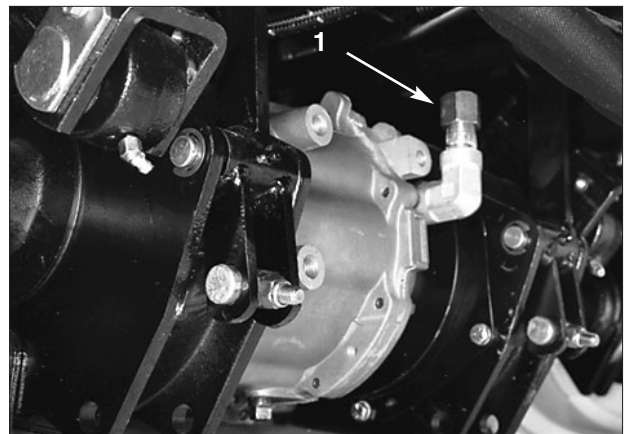

Bild 7
- Schrauben Sie den Peilstabdeckel (Bild 7) vom Füllstutzen ab und wischen Sie ihn mit einem sauberen Lappen ab. Schrauben Sie den Peilstabdeckel mit der Hand fest auf den Einfüllstutzen. Entfernen Sie den Peilstab und kontrollieren den Ölstand. Wenn der Stand nicht innerhalb von 12 mm unterhalb der Rille am Peilstab ist, füllen Sie soviel Öl nach, dass diese Marke erreicht wird. NICHT mehr als 12 mm über die Rille FÜLLEN.